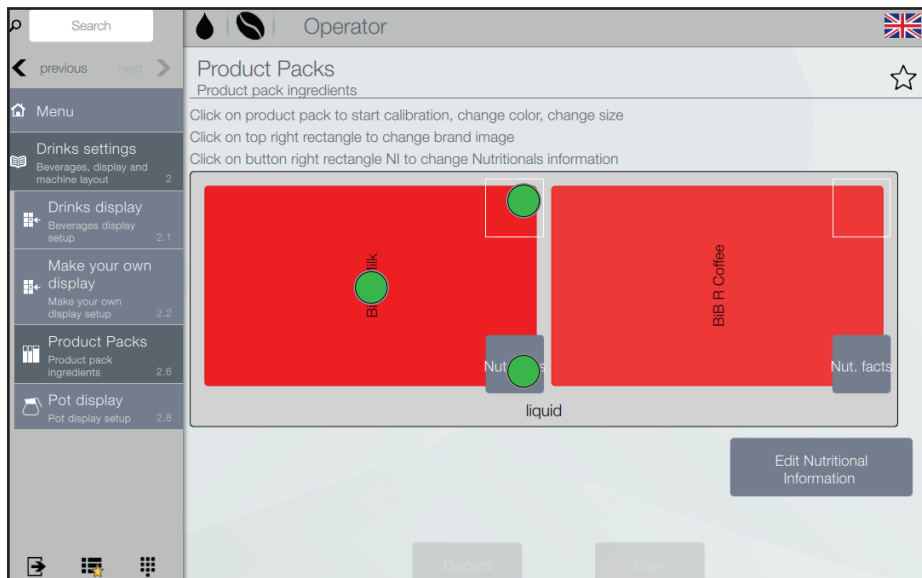

Fig. 6.10- Produktpakker
- Trykk på den ønskede produktpakken på skjermen (fig. 6.10) for å